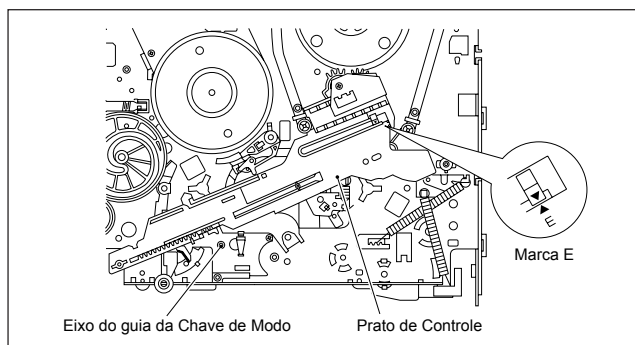

Fig. 2-2-13b
- (1) Deslize o prato de controle até que a marca esteja alinhada com a marca triangular no eixo da engrenagem do braço e carregamento. (Veja fig. 2.2.13b)